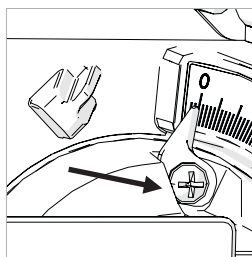

Fig. 24
- Lossa avfasningspekarens skruv med en Phillips nr. 2-skruvmejsel. (Fig. 24)